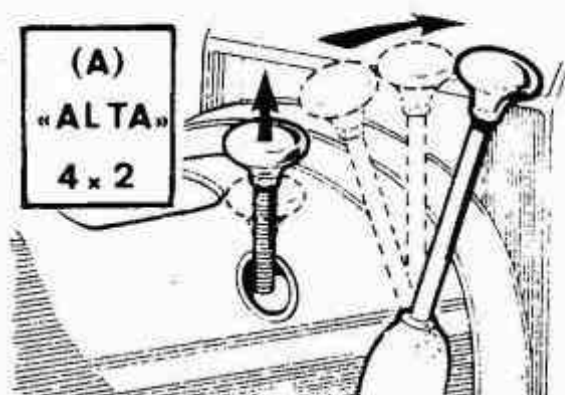
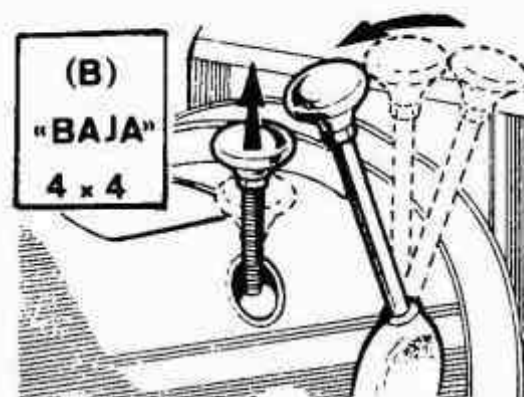

Fig. 60. Palanca en posición «Altas».
Fig. 61. Palanca en posición «Bajas».
1. El paso de «ALTA» a «BAJA» (Fig. 61), debe ser realizado con el vehículo parado. Coloque la palanca de cambio en «punto muerto» o pise el pedal de embrague y desplace la palanca (1) a la posición indicada (trasera).
2. El paso de «BAJA» a «ALTA» (Fig. 60), debe ser realizado con el vehículo parado o casi detenido (5 a 10 Km/h). Pise el pedal de embrague, como si de un cambio normal de velocidad se tratase, y sitúe la palanca (1) en la posición indicada (delantera).
3. El paso de tracción normal (trasera) a doble tracción (tracción total) (Fig. 63), puede ser realizado en cualquier momento con independencia de la velocidad a que circule el vehículo. Para ello presione sobre la palanca (2). Para pasar nuevamente a tracción normal (trasera), seleccione la relación «BAJA» (Fig. 61) y luego la «ALTA» (Fig. 60), con lo cual quedará automáticamente seleccionada la tracción normal; situación que podrá comprobar al ver como la palanca amarilla se desplaza hacia arriba por sí sola.